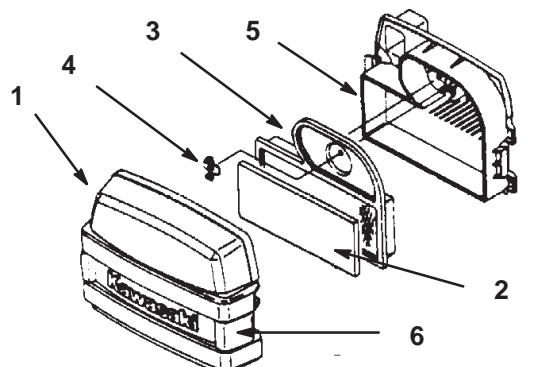

Figure 27
2. Nettoyer les abords du filtre à air pour éviter d'introduire dans le moteur des impuretés qui pourraient l'endommager. Décrocher les deux attaches latérales et déposer le couvercle du filtre à air (Fig. 27).
3. Retirer délicatement l'élément en mousse de l'élément en papier (Fig. 27).
4. Dévisser l'écrou papillon et déposer l'élément en papier (Fig. 27).
1. Glisser délicatement l'élément de filtre en mousse dans l'élément en papier (Fig. 27).
2. Placer les éléments assemblés dans la base du filtre à air, puis visser l'écrou-papillon (Fig. 27).
3. Remonter le couvercle du filtre à air et raccrocher les attaches (Fig. 27).